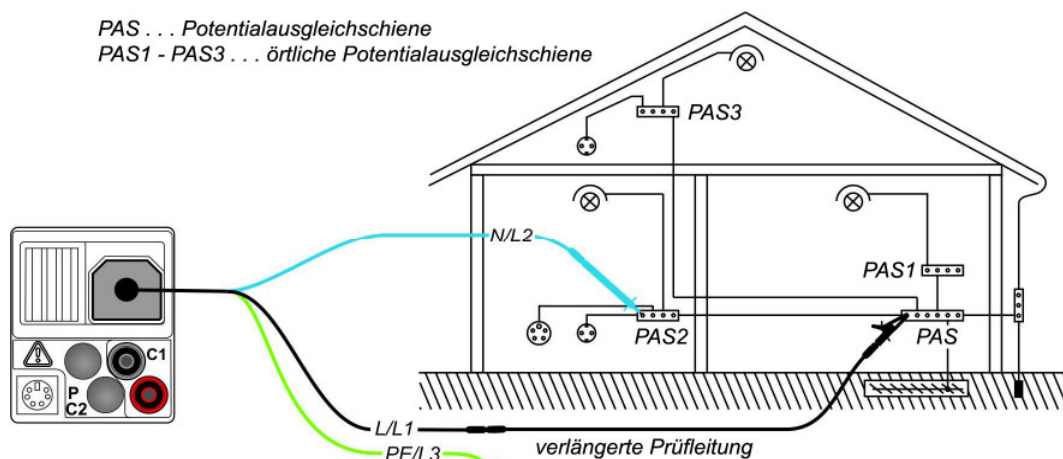

Abbildung 5.9: Anschluss der 3-Leiter-Prüfleitung und der optionalen 40 m Messleitung BENNING TA 5 (044039)
- ❑ Kontaktieren Sie die Prüflleitungen an das Prüfobjekt (siehe Abbildung 5.9).